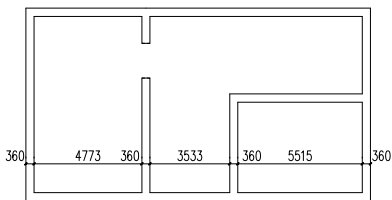

图 8-25 打开文字复位素材
**[01]** 按 Ctrl+O 组合键,打开配套光盘提供的“第 8 章/8.3.9 文字复位.dwg”素材文件,结果如图 8-25 所示。